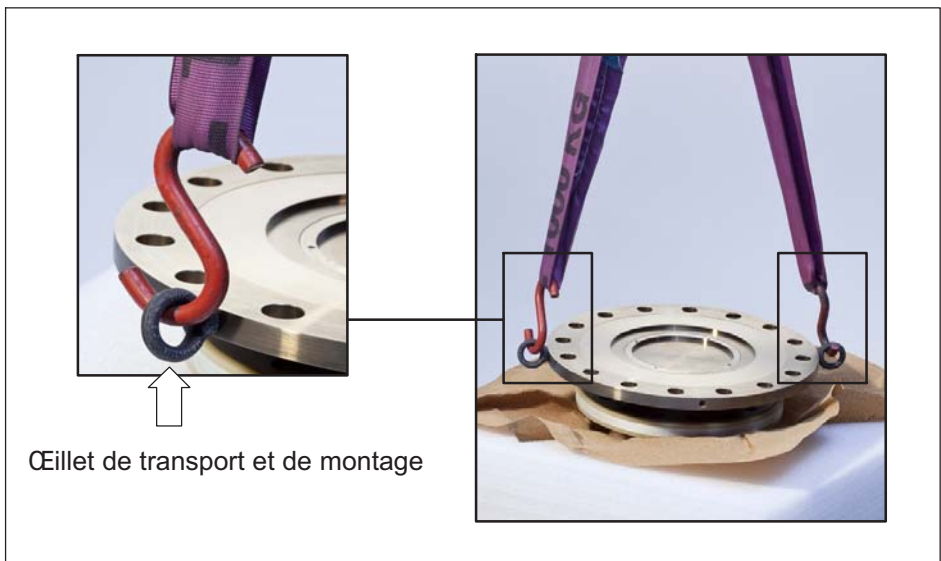

Fig. 5.1 Œillets sur le rotor pour le transport et le montage
Deux œillets sont vissés sur le rotor pour faciliter son transport et son montage. Accrocher les barres de levage dans ces œillets. C'est le seul moyen de garantir que le rotor reste horizontal lors de sa sortie de l'emballage (voir Fig. 5.1).
1. Sortir le rotor de l'emballage, le retourner (à 180°) de façon à ce que la bride B soit orientée vers le haut (voir Fig. 5.1).
6. Soulever le rotor avec précaution et l'amener à l'emplacement de montage (voir Fig. 5.1).